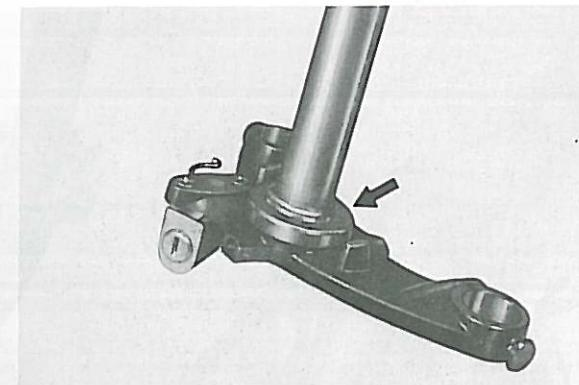

Fig. 5-7-8
- Remove the bearing race from the lower bracket by tapping around its diameter with a drift punch and hammer. (Fig. 5-7-8)
- Enlever la cuvette restée sur l'étrier inférieur en tapant sur son pourtour avec une broche et un marteau. (Fig. 5-7-8)
- Lagerlaufringe aus der unteren Gabelführung mittels Dorn und Hammer austreiben; Auflagepunkt des Dorns dabei am Umfang laufend verändern. (Fig. 5-7-8)